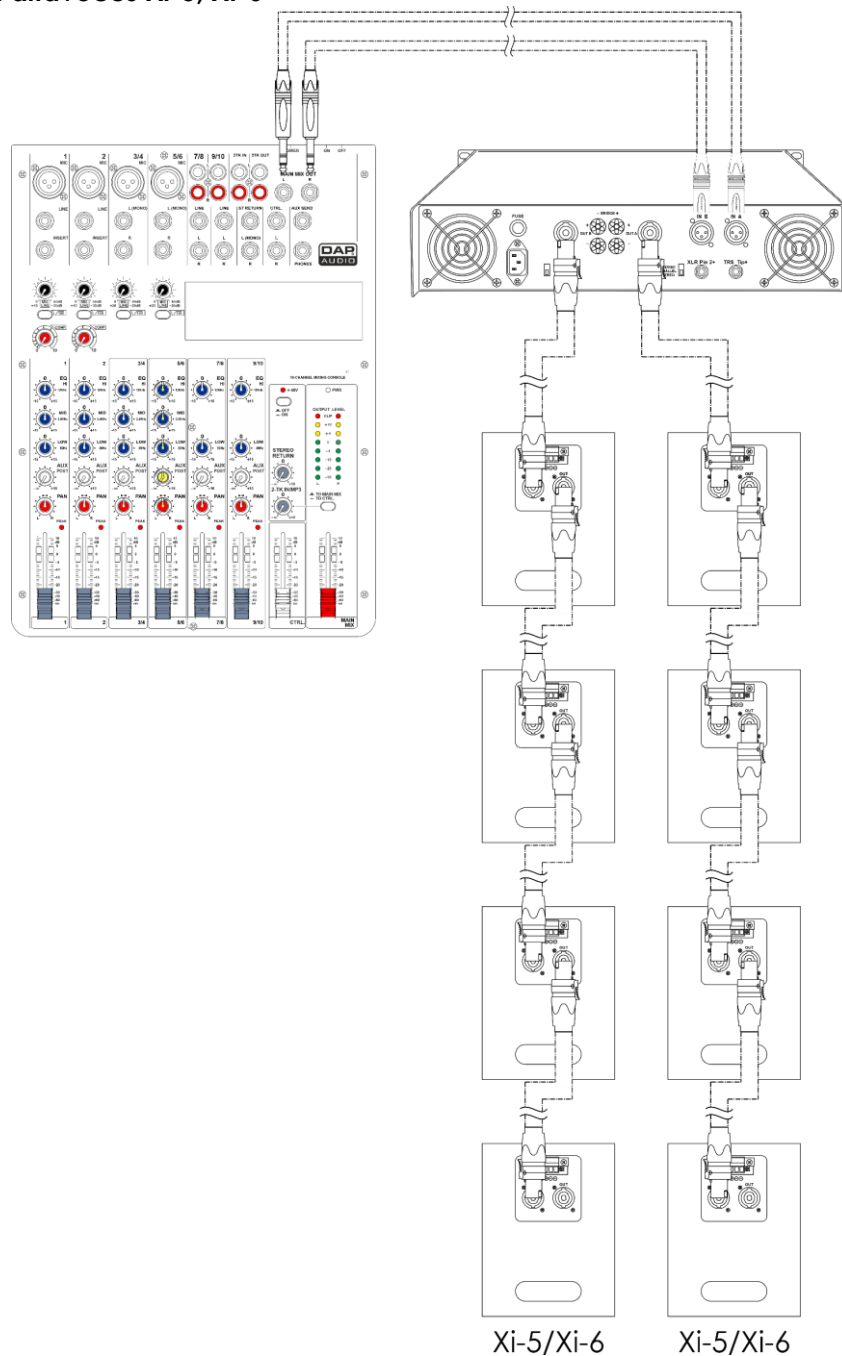
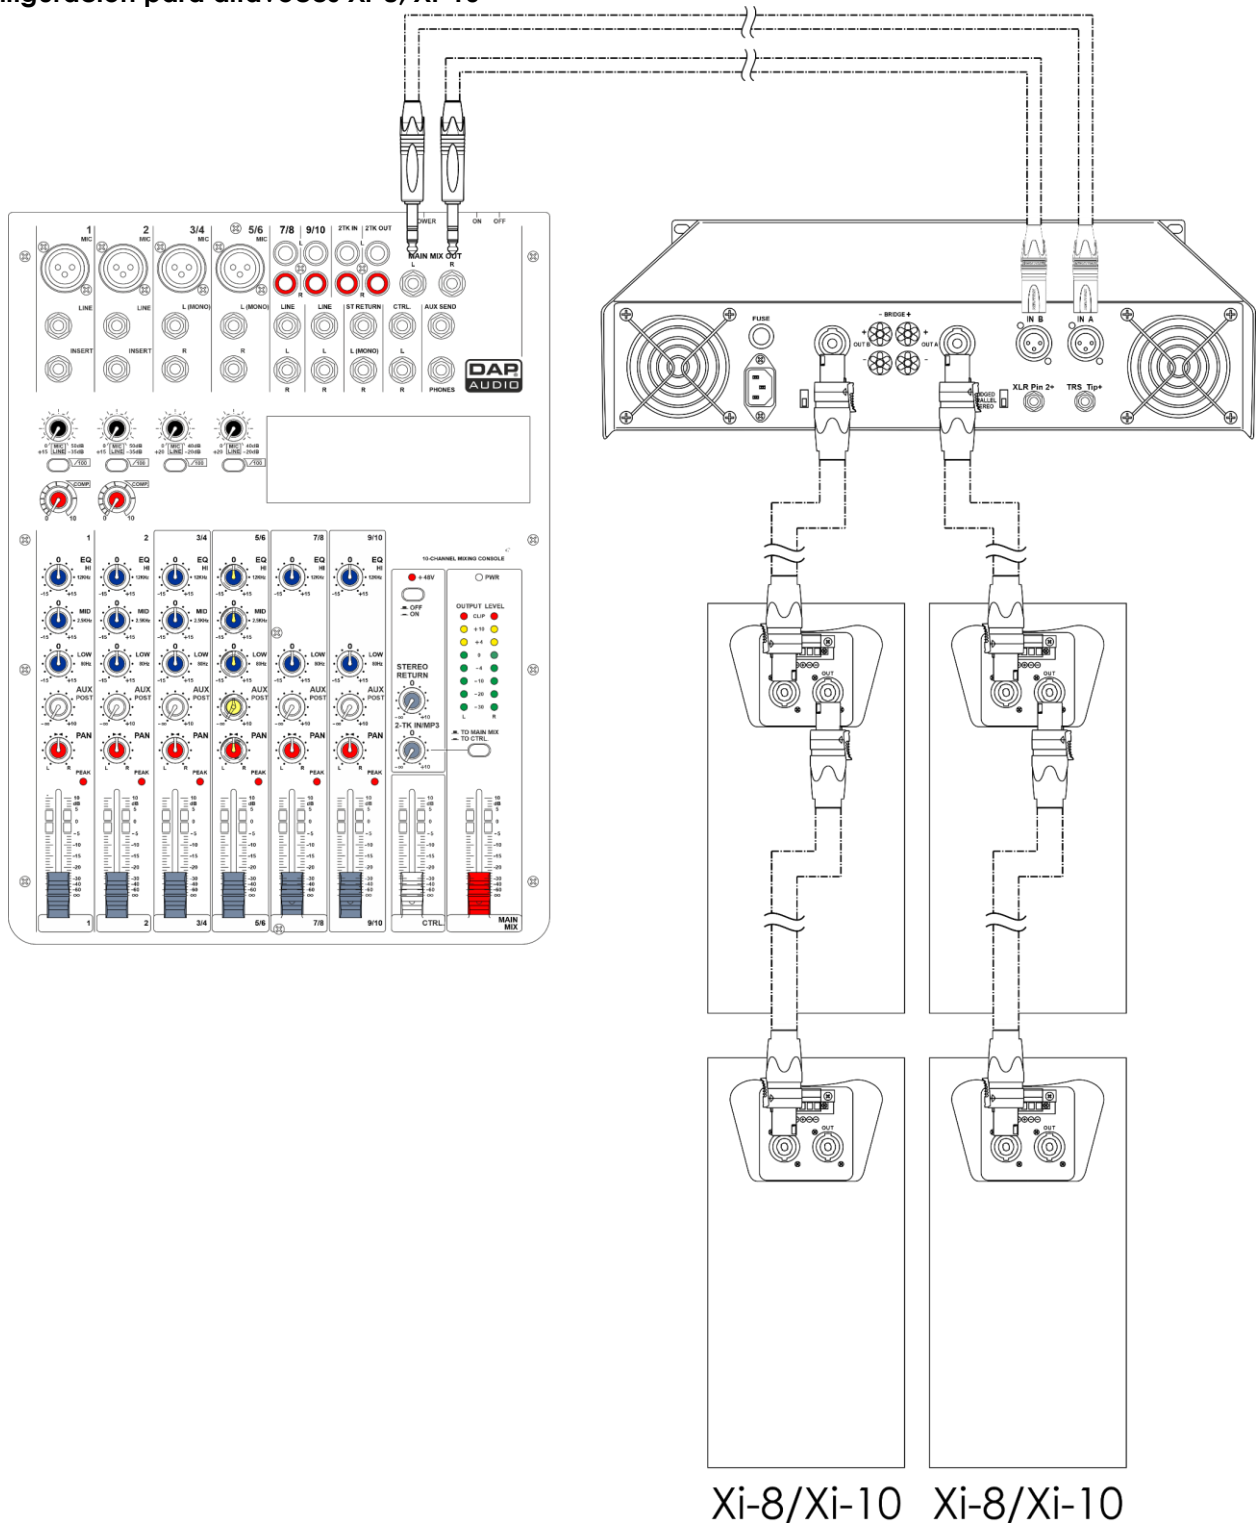

Fig. 04
Fig. 05
- Con cables Speakon. Véase las Fig. 04. y Fig. 05 de las páginas 9–10 para obtener más información.